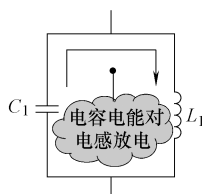

图 9-77  $LC$  谐振的电—磁转换过程示意图
2)  $LC$  谐振的电磁转换过程。如图 9-77 所示是  $LC$  谐振的电—磁转换过程示意图,  $LC$  谐振电路的基本谐振过程是:设一开始电容  $C_1$  中已经充有电能,这时电容  $C_1$  中的电能对线圈  $L_1$  放电,这一过程是电容  $C_1$  中的电能转换成线圈  $L_1$  中磁能的过程,电容  $C_1$  放电结束时,能量全部以磁能的形式储存在线圈  $L_1$  中。